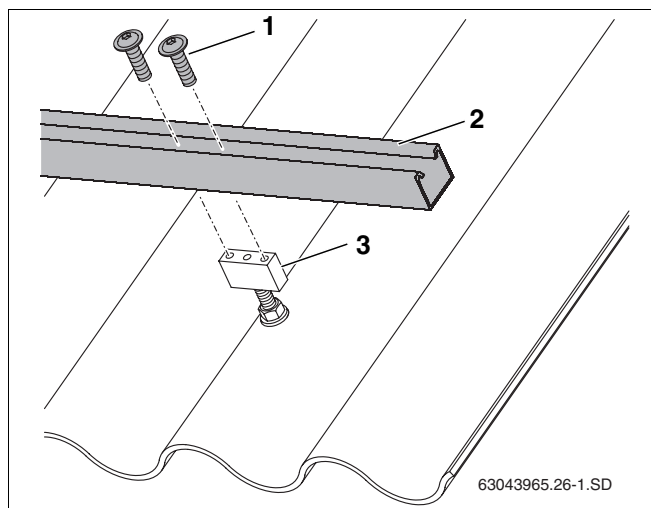

Fig. 25 Fixer le rail profilé à l'écrou-cage
- Fixer les rails profilés (fig. 25, **pos. 2**) à raison de deux vis par rail (fig. 25, **pos. 1**).